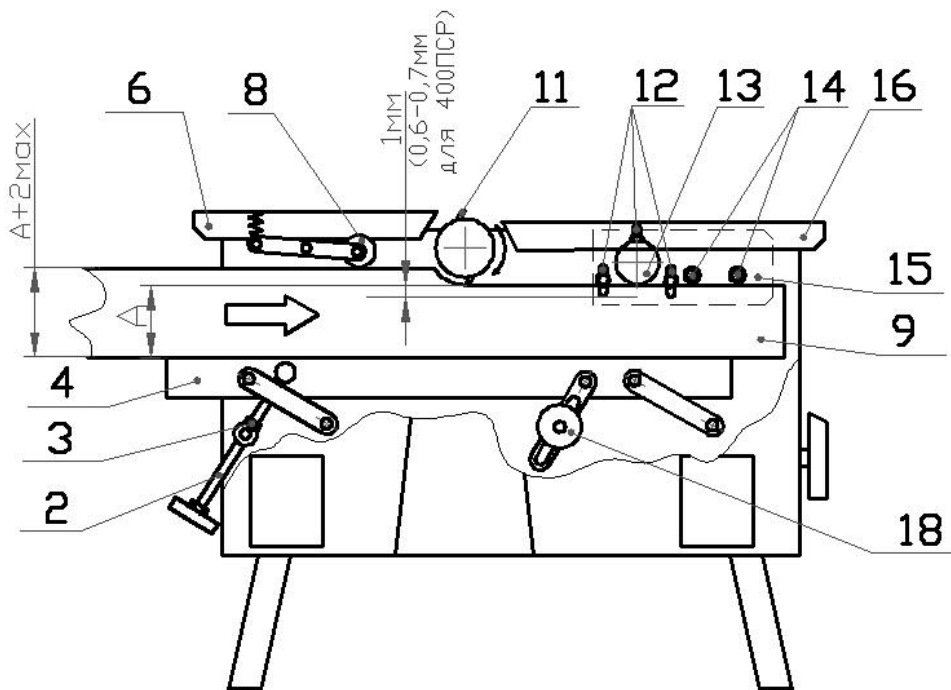

Рис. 7. Схема внутреннего рейсмусования.
- Установите рейсмусовый стол (4) по линейке на максимальную толщину необработанного материала (размер  $A+1,0$  мм) (Рис.7).
- Не включая станка, введите обрабатываемый материал в станок, положив его фугованной поверхностью на стол (4) и протолкните его под прижимным валом (8) до упора в подающий вал (13).
- Выведите материал из станка, поднимите стол на 1 – 2 мм выше и закрепите гайки (3) и (18).
- Включите станок и, подавая материал по поверхности стола (4), проведите пробную обработку, проконтролировав после этого толщину обработки. Если необходимо подрегулируйте линейку станка по полученной величине размера «А» после обработки (см. Рис.7). В случае пробуксовки ведущего вала (13) выставить ножи (11) на 0,5 мм ниже уровня заднего стола (6).
#### 4.4. Рейсмусование внутреннее. (Рис.7)
**3.2.** Установить ремень на нужные ручки шкивов для получения необходимой скорости вращения, для чего: снять кожух ремня, разжать 4 болта (п.1 на рис.7) крепления платформы двигателя в нижней части станка, подвинуть платформу двигателя вдоль пазов, освободив ремень, установить ремень на нужные ручки шкивов (малый - 3300 1/мин., большой - 5000 1/мин.), натянуть ремень, сдвинув платформу на место, зажать болты платформы, установить кожух ремня.